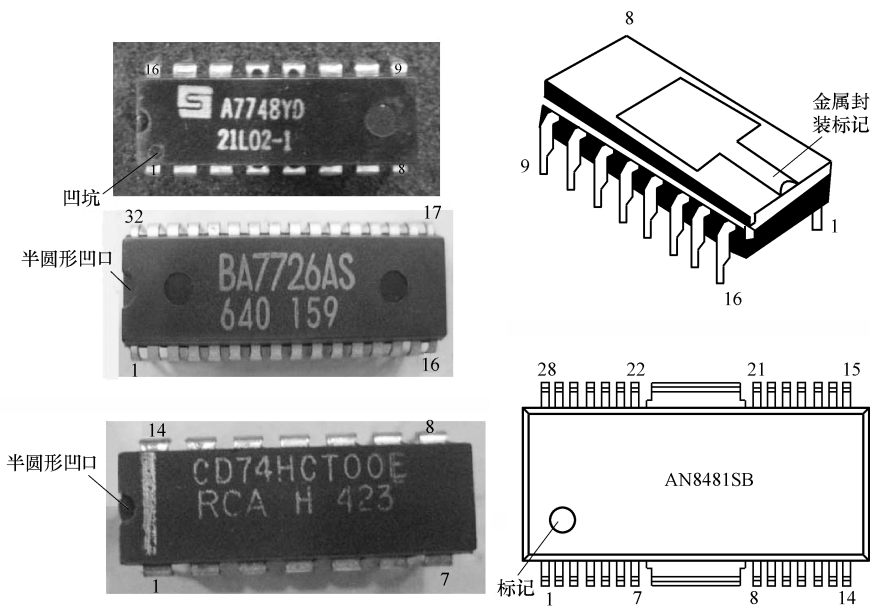

图 4-3 双列直插式集成电路引脚排列
双列集成电路引脚分布有一定的规律, 识别标记多为半圆形凹口, 有的用金属封装标记或凹坑标记 (见图 4-3)。标记指示第一根引脚的位置, 然后沿集成电路外沿逆时针方向依次为各引脚。识别时, 将集成电路水平放置, 引脚向下, 识别标记或型号对着自己身体的一边, 从有识别标记一边的第一个引脚开始按逆时针方向, 依次为①引脚、②引脚、③引脚、④引脚…。